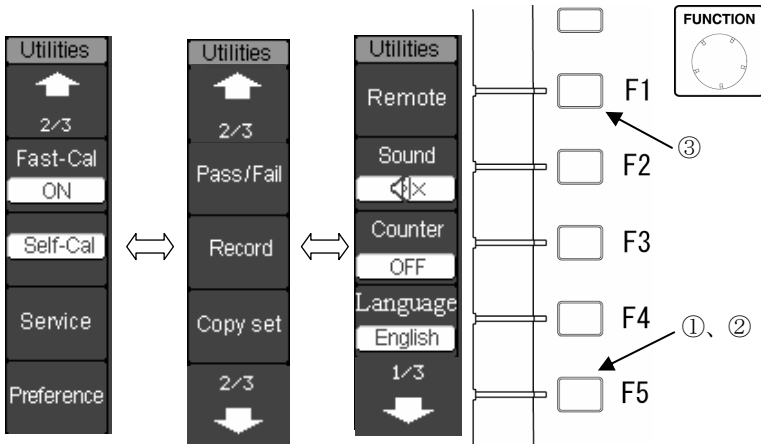

図 2.8 メニューの表示例 3 (**Utilities** メニュー)
- ① 下図 2.8 で [F5] キーを押すと 2/3 ページのメニューを開きます。
- ② さらに [F5] キーを押すと 3/3 ページのメニューを開きます。
- ③ [F1] キーを押すと 2/3 ページ、1/3 ページのメニューに戻ります。